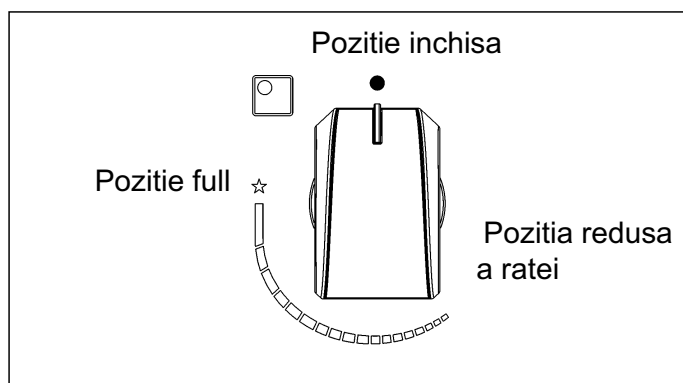

FIG. 1
Apasati si intoarceti butonul corespunzator arzatorului dorit in sens invers acelor ceasornicului pana cand ajunge in pozitia maxima (flama mare fig.1), apoi duceti un chibrit langa arzator.
Apasati si intoarceti butonul corespunzator arzatorului dorit in sens invers acelor ceasornicului pana cand ajunge in pozitia maxima (flama mare fig.1), apoi luati degetul si atingeti butonul de aprindere.
Apasati si intoarceti butonul corespunzator arzatorului dorit in sens invers acelor ceasornicului pana cand ajunge in pozitia maxima (flama mare fig.1), apoi luati degetul.
pana cand ajung in pozitia maxima (flama mare fig.1) si ajung la un punct de oprire. Luati degetul de pe butonul respectiv si repetati operatia de mai sus. Tineti butonul apasat timp de 10 secunde dupa ce arzatorul s-a aprins.
- Dupa ce recipientul incepe sa fiarba reglati butonul intr-o pozitie mai inferioara (flacara mai mica fig.1).
Arzatoarele cu sistem de protectie a flacarei pot fi aprinse doar cand butonul a fost reglat in pozitia Full on (flacara mare fig.1)